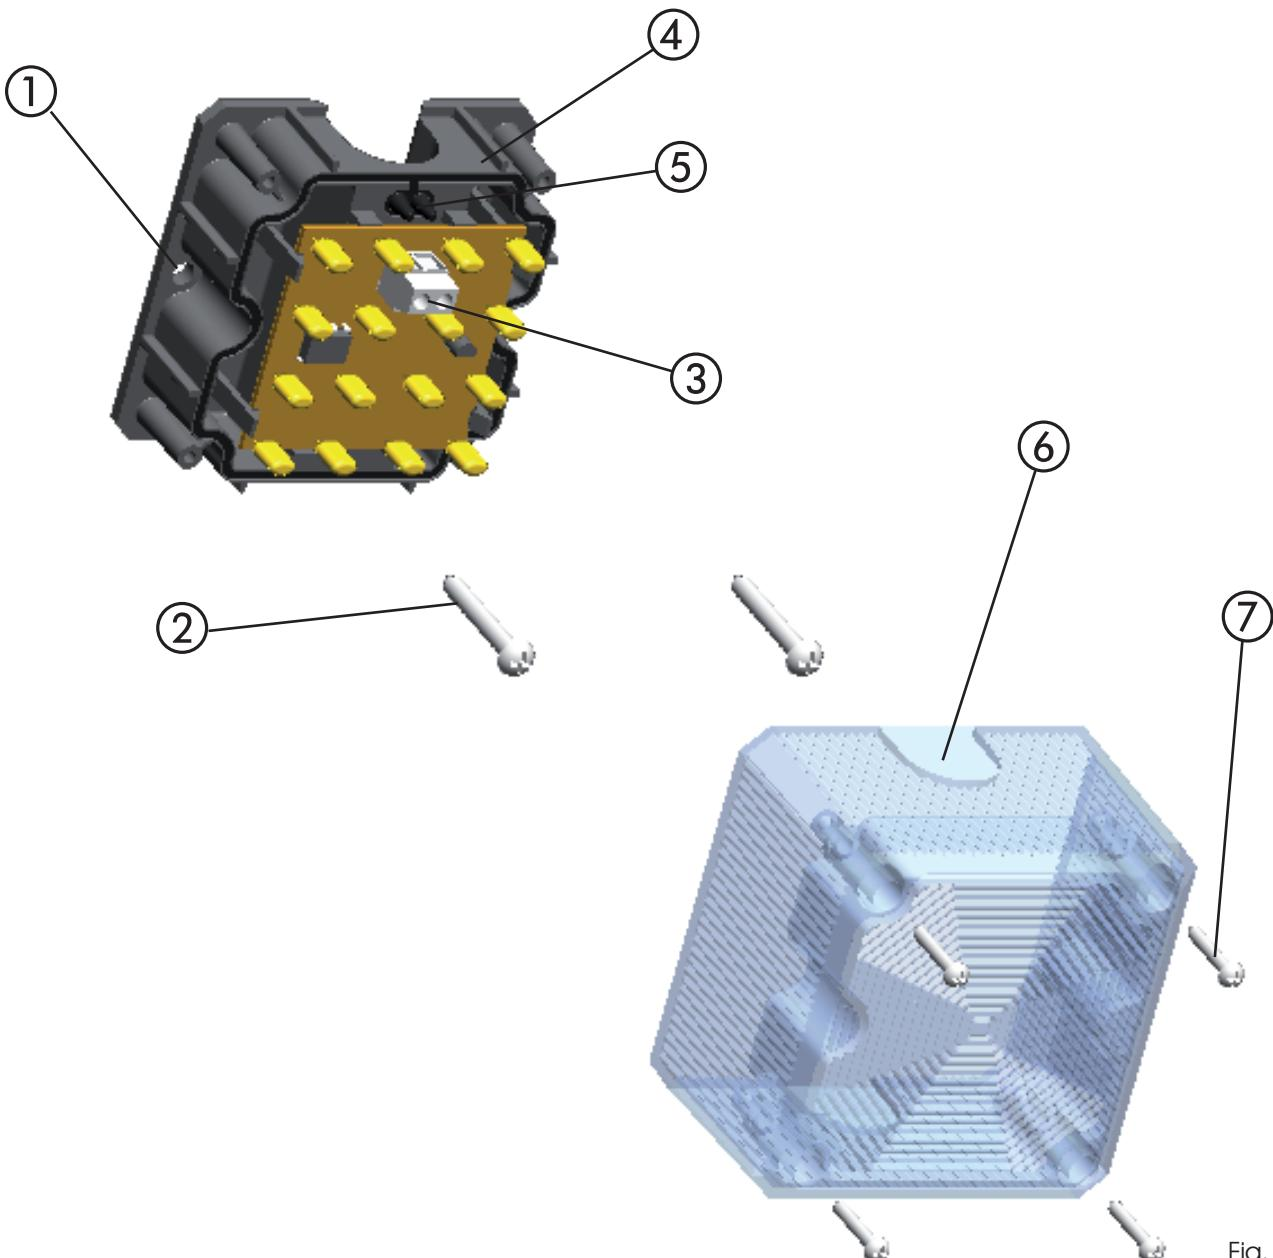

Fig. 1
- Per le operazioni di montaggio fare riferimento alla Fig. 1:
- Fissare la base (rif. ④) del lampeggiatore effettuando 2 fori (rif. ①) di adeguata misura.
- Le viti di fissaggio (rif. ②) NON sono fornite a corredo.
- Effettuare i collegamenti elettrici facendo riferimento alle istruzioni dell'apparecchiatura elettronica. Passare i fili nel pressacavo di gomma (rif. ⑤) e collegarli ai morsetti (rif. ③).
- In caso di impianto elettrico con canaline esterne, sfondare le prefabbricazioni sul coperchio (rif. ⑥ Fig. 1).
- Chiudere il coperchio avvitando le viti a corredo (rif. ⑦ Fig. 1).
For the installation operations, refer to Fig. 1:
- Secure the base (ref. ④) of the flashing light, by drilling two holes (ref. ①) of sufficient size.
- The securing screws (ref. ②) are NOT supplied.
- Make the electrical connections, referring to the instructions of the control board. Route the wires through the rubber cable gripper (ref. ⑤) and connect them to the terminals (ref. ③).
- If your electrical system has external raceways, break through the pre-perforations on the cover (ref. ⑥ Fig. 1).
- Close the cover, fastening the supplied screws (ref. ⑦ Fig. 1).
Pour les opérations de montage, voir la Fig. 1:
- Fixer la base (réf. ④) de la lampe clignotante en réalisant 2 trous (réf. ①) d'une dimension adéquate.
- Les vis de fixation (réf. ②) NE sont PAS fournies.
- Réaliser les connexions électriques d'après les instructions de l'armoire électronique. Passer les fils dans le serre-câble en caoutchouc (réf. ⑤) et les connecter aux bornes (réf. ③).
- En cas d'installation électrique avec des conduites externes, défoncer la pré-cassure sur le couvercle (réf. ⑥ Fig. 1).
- Fermer le couvercle avec les vis fournies (réf. ⑦ Fig. 1).
Für die Arbeitsschritte bei der Montage wird auf die Abb. 1 verwiesen:
- Die Basis (Bez. ④) der Blinkleuchte durch Ausführung von 2 Bohrlöchern (Bez. ①) angemessener Größe befestigen.
- Die Befestigungsschrauben (Bez. ②) sind NICHT im Lieferumfang enthalten.
- Die elektrischen Anschlüsse entsprechend den Anweisungen des elektronischen Steuergeräts vornehmen. Die Drähte durch die Kabelverschraubung aus Gummi (Bez. ⑤) ziehen und an die Klemmen (Bez. ③) anschließen.
- Bei elektrischen Anlagen mit externen Kabelkanälen die Vorperforierung auf dem Deckel durchbrechen (Bez. ⑥, Abb. 1).
- Den Deckel verschließen und hierzu die beiden im Lieferumfang enthaltenen Schrauben anschrauben (Bez. ⑦, Abb. 1).
Para las operaciones de montaje, remítase a la Fig. 1:
- Fije la base (ref. ④) del destellador, para ello haga dos orificios (ref. ①) de la medida adecuada.
- Los tornillos de fijación (ref. ②) NO se suministran en dotación.
- Realice las conexiones eléctricas tomando como referencia las instrucciones del equipo electrónico. Pase los hilos por el sujetacables de goma (ref. ⑤) y conéctelos a los bornes (ref. ③).
- Si la instalación eléctrica tiene canales externos, rompa la zona precortada de la tapa (ref. ⑥ Fig. 1).
- Cierre la tapa atornillando los tornillos suministrados en dotación (ref. ⑦ Fig. 1).